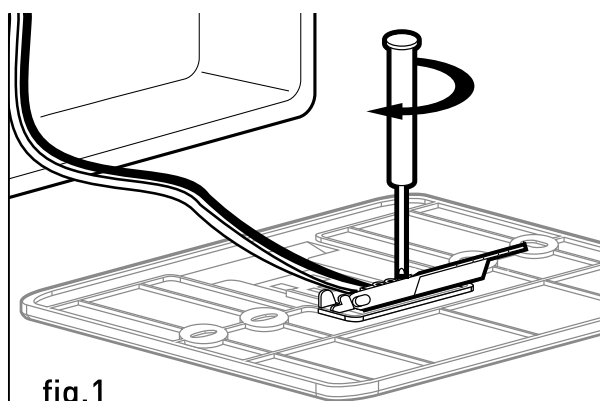

fig.1
- antes de conectar los cables a la base de la interfaz de sistema, hacer pasar la lengüeta de protección del conector y levantarla (fig.1),